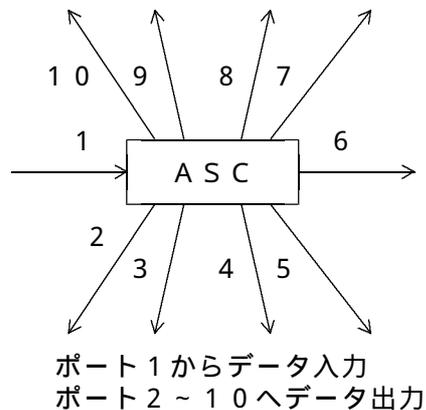

図3.1 アクティブスターカプラの機能
- (1) アクティブスターカプラは10個あるポートの1つからデータを受信すると、残りの9ポート全てへ受信したデータをそのまま出力します。(図3.1にポート1からデータが入力され、他のポートへデータを出力している場合の例を図示します。)